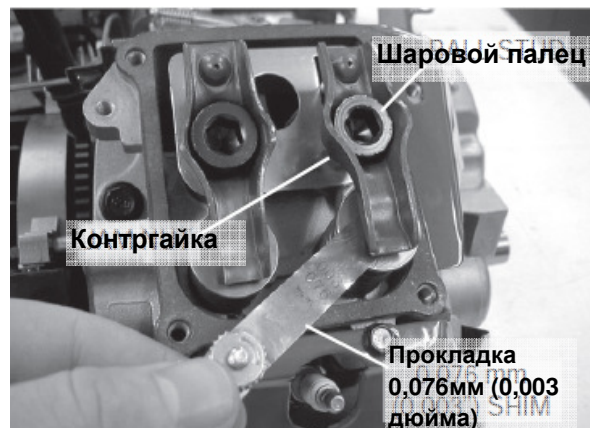

Рисунок 35.
1. Открутить четыре (4) винта с крышки клапанного механизма.
3. Ослабить контргайку коромысла. С помощью гаечного ключа 10мм отвернуть шаровой палец. Повернуть зазор между коромыслом и штоком клапана с помощью плоского щупа (смотреть рисунок 35).